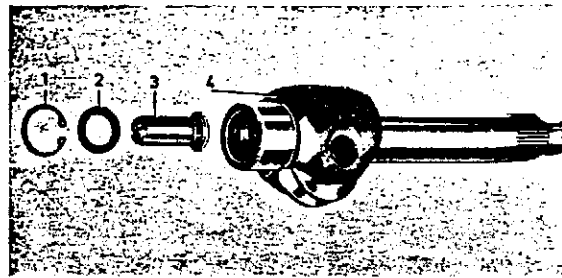

Abb. 54 Lenkrollenwelle
5. Stellschraube mit Scheibe und Sicherungsring in die Lenkrollenwelle einbauen, vgl. Abb. 54. Die Stellschraube soll minimales Axialspiel aufweisen, das insgesamt 0,05 mm nicht übersteigen darf. Zu großes Axialspiel kann evtl. durch eine dickere Unterlegscheibe (2) ausgeglichen werden. Die Stellschraube soll jedoch in eingebautem Zustand leicht drehbar sein.